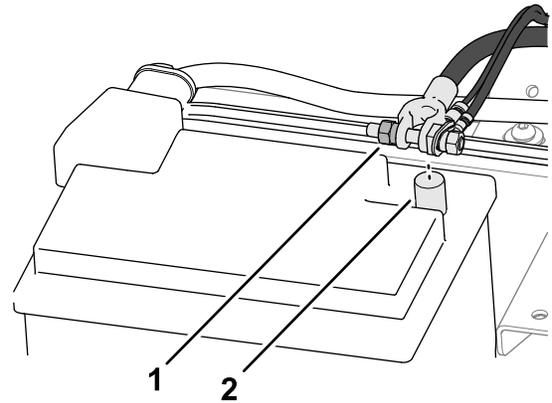

Figure 6
1. Dévissez l'écrou avant sur la cosse du câble négatif de la batterie (Figure 6).